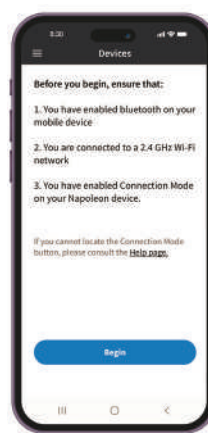

Fig. 7
8. Accepter tilladelserne. (Fig. 7)